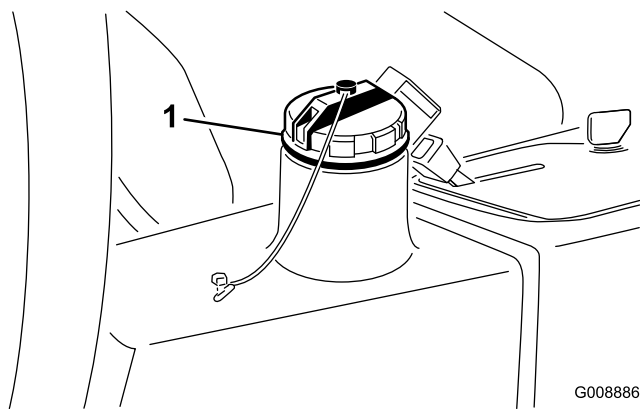

Рисунок 25
2. Очистите зону вокруг заливной горловины и крышки гидравлического бака (Рисунок 25). Снимите крышку.